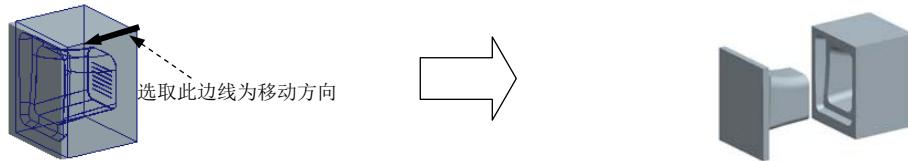

图 2.14 移动上模
- (1) 选择`模具`功能选项卡`分析`▼区域中的按钮“模具开模”命令`。`
- (2) 在`MOLD OPEN (模具开模)`菜单中选择`Define Step (定义步骤)`命令。在“定义间距”菜单中选择`Define Move (定义移动)`命令。系统弹出“选择”对话框。
- (3) 在系统`为迁移号码1 选择构件`的提示下,选取模型中的上模,然后在“选择”对话框中单击`确定`按钮。
- (4) 在系统`通过选择边、轴或面选择分解方向`的提示下,选取图 2.14 所示的边线为移动方向,
(5) 在 **DEFINE STEP (定义步骤)** 菜单中选择 **Done (完成)** 命令，移出后的状态如图 2.14 所示。